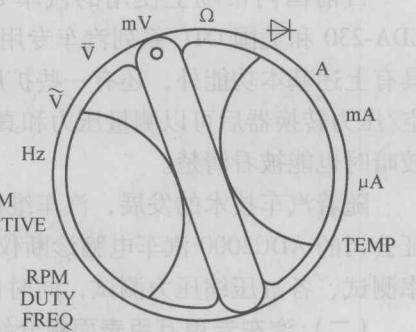

图 1-7 SDM586 选择开关
(1) 选择开关 打开仪表电源开关，当选择所需要的功能后，所有的功能字符将出现在显示器上。同时，仪表进行自检，随后仪表才能进行正常操作。选择开关如图 1-7 所示，具体说明如下：